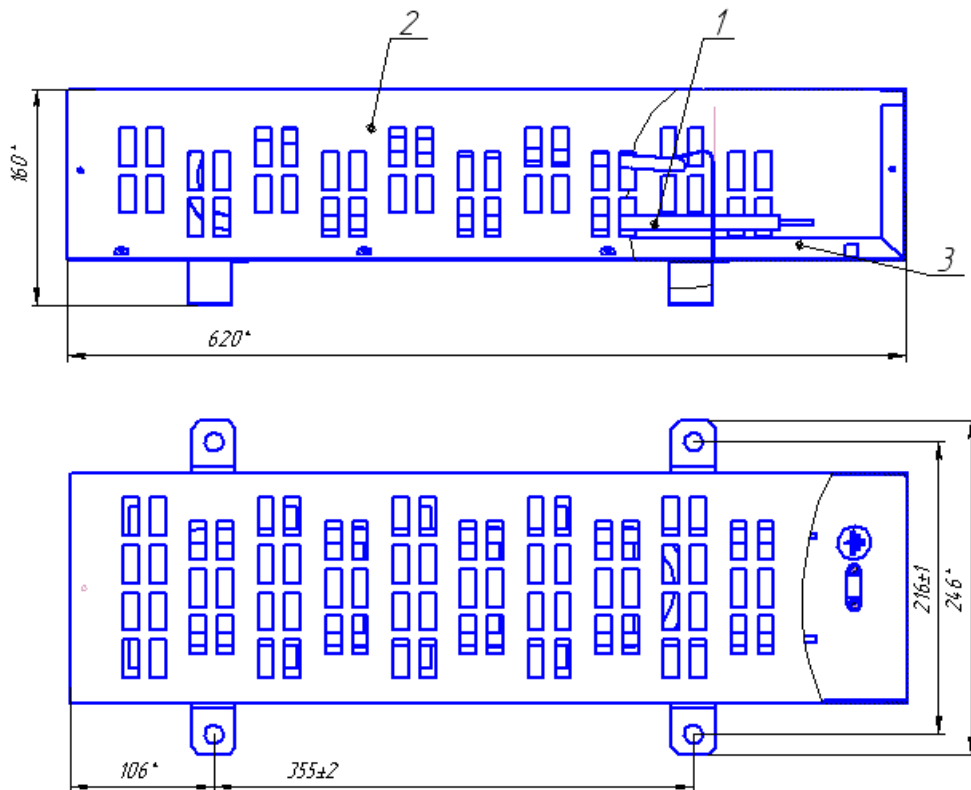

Рис.1 Габаритные и присоединительные размеры электрообогревателей ПЭТ.
5.1. Электрообогреватель состоит из трубчатого электронагревателя (ТЭН) 1, смонтированного на основании 2 и закрытого сверху кожухом из перфорированной стали 3 (рисунок 1).